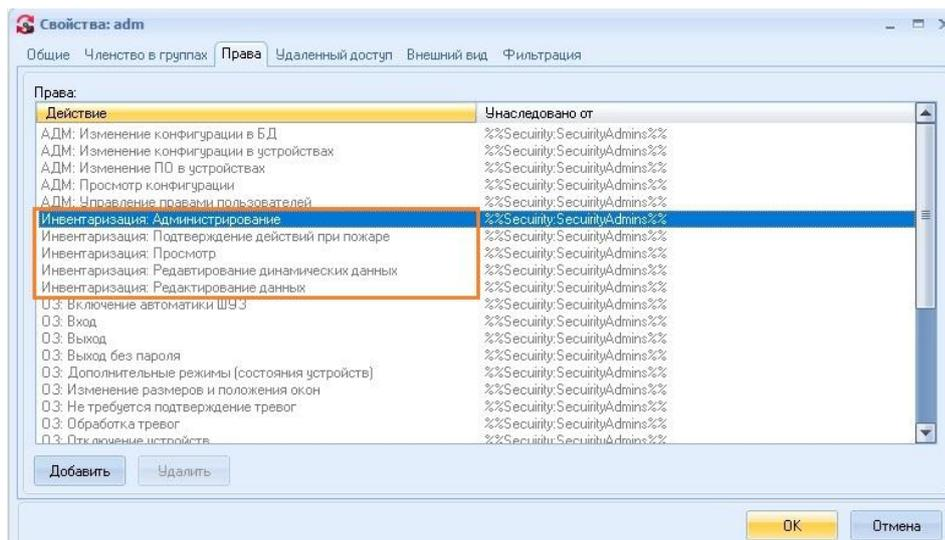

Рис. 3 Выбор прав пользователя, окно **Свойства**, приложение **Управление Диспетчером серверов**
6. Настроить права пользователей, имеющим доступ на редактирование динамических данных в приложении **Управление Диспетчером серверов** (См. 3.2, закладка **Права**, Рис. 3).